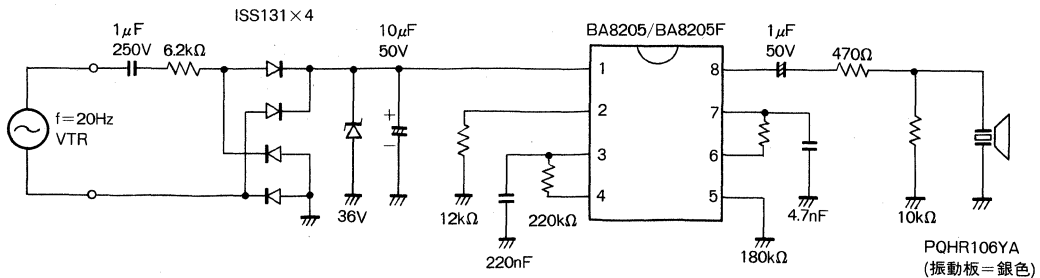

Fig. 3
- \*4 鳴動開始電圧はトーンリングが Fig.3 の回路にて、鳴動を開始するのに必要な交流電圧です。